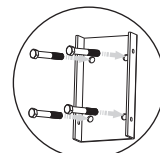
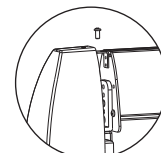
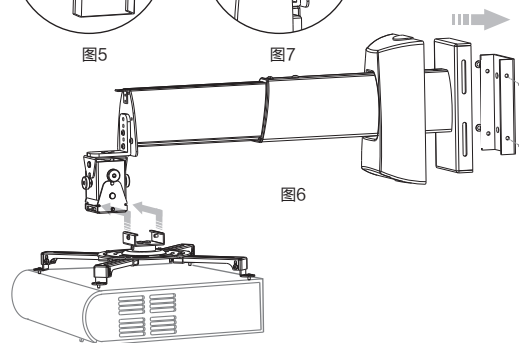

图5
图7
图6
- 把墙壁固定件安装到墙壁上(根据墙壁的材质选择配件中的螺丝, 配件⑦适用于混凝土墙壁, 配件⑧适用于木板墙壁)如图5。然后, 把支杆总成安装到墙壁固定件上, 以螺丝(配件⑤)紧固, 再将安装支架(已安装于投影机)滑入角度调节器, 然后装上(配件⑥)螺丝, 如图6。把顶盖套入安装前端, 紧固螺丝(配件6), 如图7。